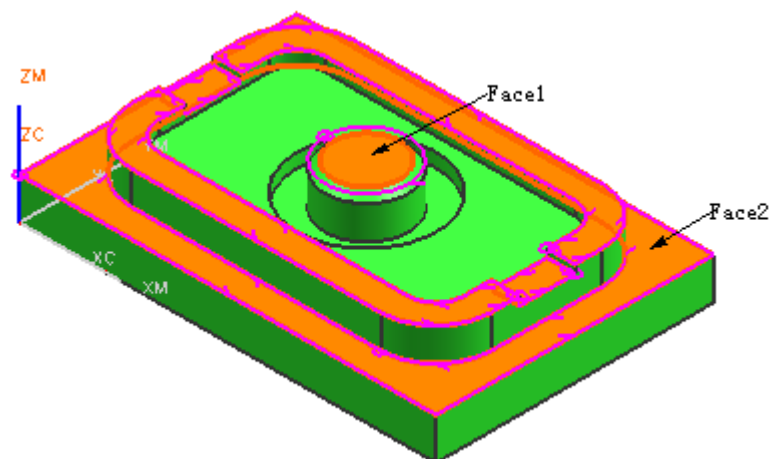

图 8-24
- 在部件模型中，选择如图 8-24 所示的平表面。注意：选择 Face1 时，在图 8-24 所示的对话框中设置忽略倒斜角；选择 Face2 时，在图 8-23 所示的对话框中，取消忽略岛。